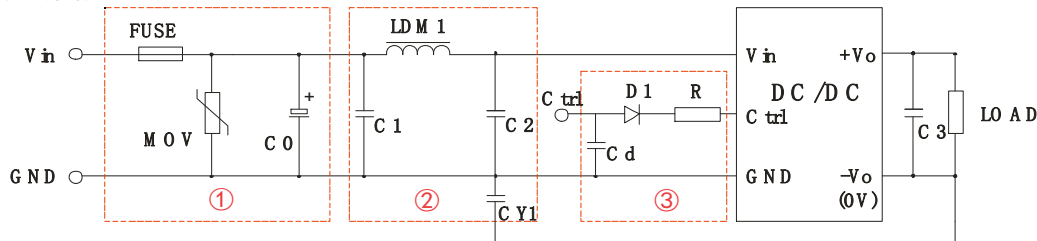

图 3
①图 3 中第①部分用于 EMS 测试；第②部分用于 EMI 滤波，可依据需求选择；
②VC 为 Ctrl 端相对于输入地 GND 的电压，VD 为 D1 的正向导通压降，IC 为流入 Ctrl 端的电流，一般取 5-10mA，Ctrl 端外围电路如图 3-③；
③若图中元器件无附其参数说明，则此型号外围中不需要这个元器件；